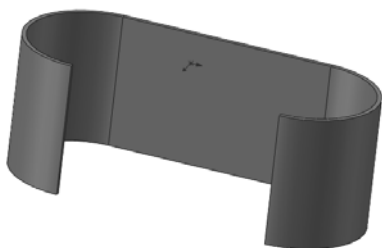

图 10-6 生成的基体法兰实体
(3) 修改基体法兰参数。在“基体法兰”对话框中，修改“深度”栏中的数值：30 mm；“厚度”栏中的数值：5 mm；“折弯半径”栏中的数值：10 mm，然后单击（确定）按钮。生成基体法兰实体如图 10-6 所示。